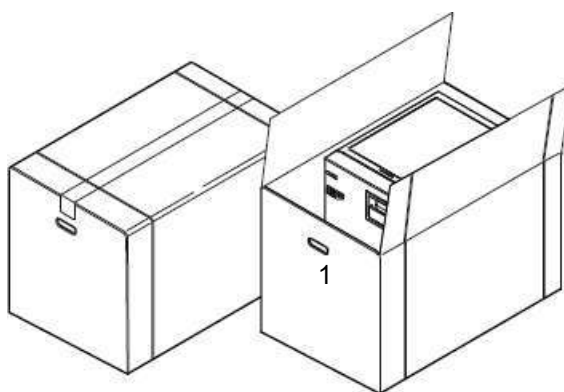

Fig. 6.1-1
Ambalajul și echipamentul sunt fragile și de aceea trebuie să fie manevrate cu grijă. A se transporta ca pachet fragil. MÂNERELE AMBALAJULUI (1 din Fig. 6.1-1) SE VOR FOLOSI DOAR PENTRU RIDICAREA APARATULUI PE VERTICALĂ. A se păstra într-un ambient uscat și protejat. Ambalajul trebuie să fie păstrat pe tot parcursul garanției.
- Scoateți clemele care închid partea superioară a ambalajului din carton (Fig. 6.1-1).